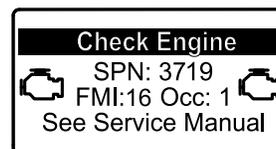

Figure 29
- Si une régénération en stationnement est nécessaire, l'InfoCenter affiche l'avertissement SPN 3719, FMI 16 (Figure 29) et l'ordinateur du moteur réduit la puissance du moteur à 85 %.